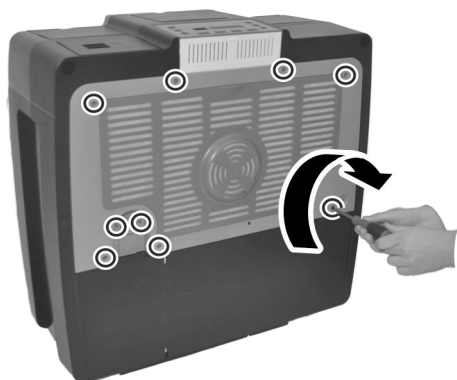

Abb. 39: Rückseite schließen
10. ➤ Gehäuserückwand schließen und Schrauben festziehen (Abb. 39).